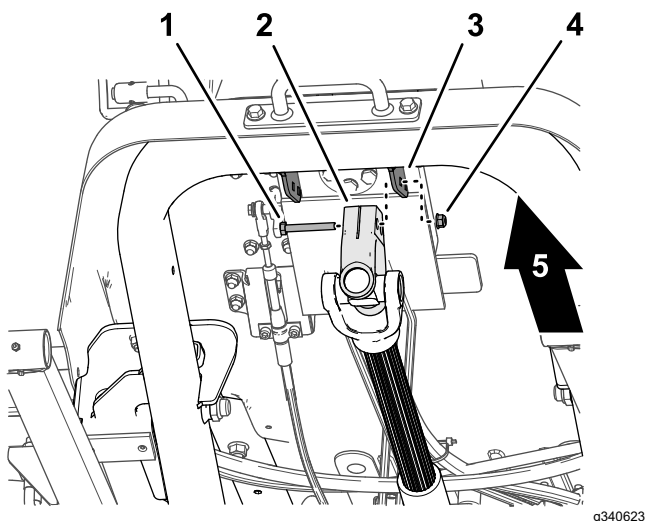

Figura 17
1. În timp ce susinei arborele de transmisie, îndepărtați urubul cu cap imbus i contrapiulia care fixează furca arborelui de transmisie pe suportul de montare al supapei de direcție (Figura 17) i coborâi cu grijă arborele de transmisie.